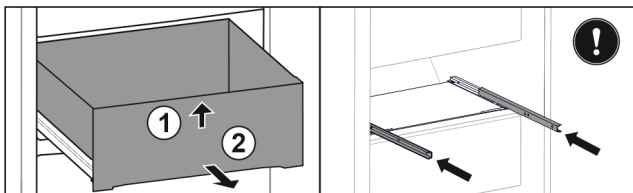

Fig. 36*
- ▶ Поднимите выдвижной ящик спереди Fig. 36 (1)*.
- ▶ Извлеките движением вперед Fig. 36 (2)*.